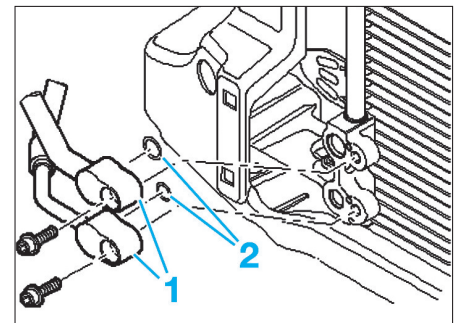

Fig. 5
- Déposer les conduites de climatisation (1) sur le condenseur (Fig.5).